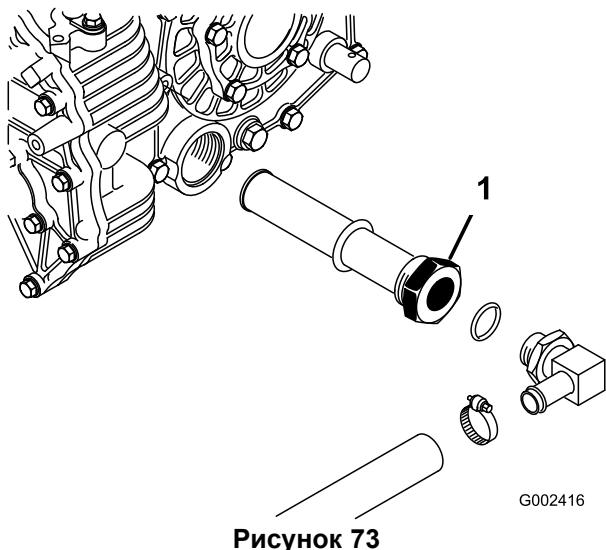

Рисунок 73
- Отметьте ориентацию гидравлического шланга и 90-градусного фитинга, подсоединенного к сетчатому фильтру на боковой стороне резервуара (Рисунок 73). Снимите гидравлический шланг и 90-градусный фитинг.